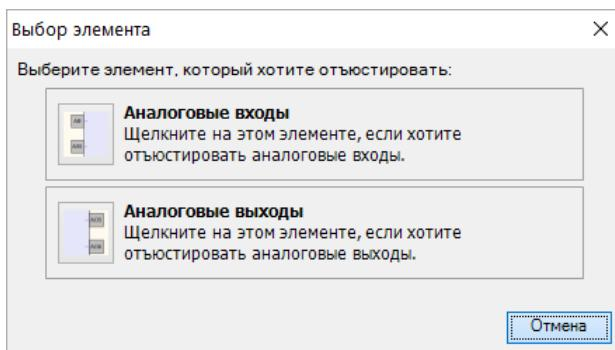

Рисунок 8.8 – Меню юстировки
2. Запустить OwenLogic и выбрать в меню пункт «Прибор» → «Юстировка входов/выходов» для запуска мастера юстировки. В диалоговом окне «Выбор элемента» выбрать пункт «Аналоговые входы» (см. рисунок 8.8, 1).
В случае использования входа для измерения сигналов «4... 20 мА» рекомендуется провести юстировку входа, предварительно выбрав параметр «Тип датчика» равным «4...20 мА». Калибратор напряжения следует подключить по схеме (см. рисунок 8.8, 2). Действия по юстировке аналогичны пп 2–3.
В случае использования входа для измерения сигналов «0... 4000 Ом» рекомендуется провести юстировку входа, предварительно выбрав параметр «Тип датчика» равным «0...4000 Ом». На вход подключить источник эталонных сопротивлений, например магазин сопротивлений, по схеме (см. рисунок 8.8, 3). Действия по юстировке аналогичны пп 2–3.